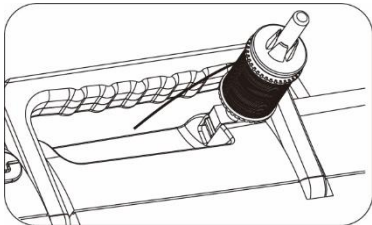

Abb. 27
1. Setzen Sie eine Garnspule auf den Garnspulenhalter. (Abb. 27)